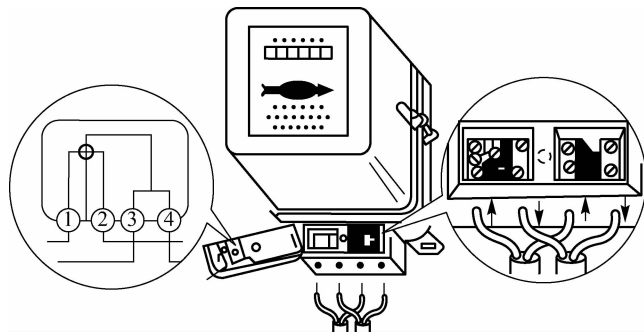

图 2-14 单相电能表的接线
单相电能表的接线方法:电能表的接线端子都按从左至右编号,国产有功单相电能表的接线方法为①、③接进线,②、④接出线,如图 2-14 所示。